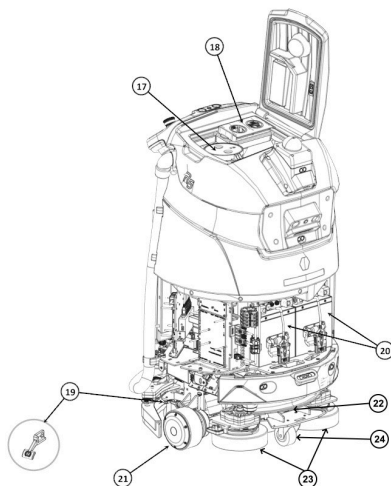

Figura 3
- 17. Cesta de residuos (Figura 3)
- 18. Filtro HEPA (Figura 3)
- 19. Palanca de seguridad (Figura 3)
- 20. Batería (Figura 3)
- 21. Rueda de tracción (Figura 3)
- 22. Filtro de agua (Figura 3)
- 23. Cabezal de fregado (Figura 3)
- 24. Rueda giratoria (Figura 3)